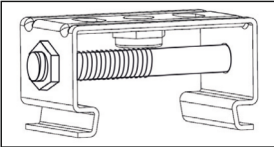
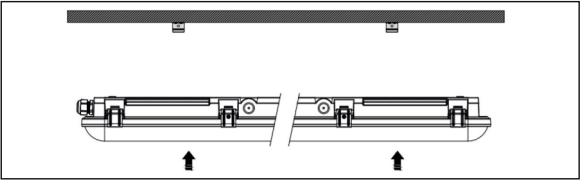

Рис. 1
Рис. 2
- 5.12 Закрепите скобы на поверхность установки и защелкните в скобы осветительный прибор (рис. 2). **Внимание!** Для надежной фиксации осветительного прибора необходимо использовать стягивающие болты, входят в комплект поставки. Болты необходимо установить в боковые отверстия на скобах и затянуть гайкой (рис. 1).